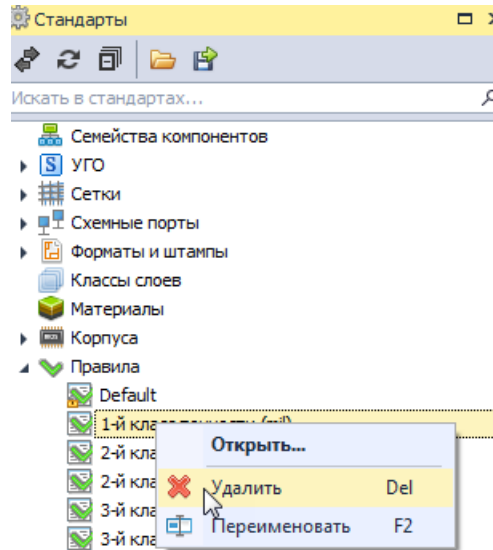

Рис. 100 Удаление шаблона правил
- Вызовите контекстное меню и выберите пункт «Удалить», Рис. 100. Для данного действия также задана горячая клавиша Delete.